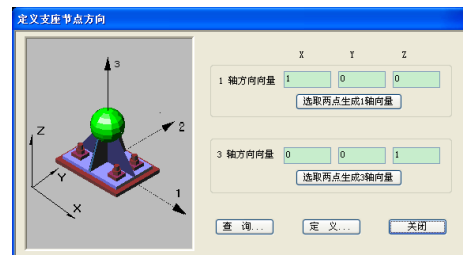

图3 定义支座节点方向对话框
(2) 定义支座方向。支座局部坐标系 1-2-3 根据右手螺旋得到，具体规定如图 3 所示。该菜单使用户可以通过指定局部坐标系在整体坐标系下的位置来指定每个支座的放置方向，指定 1-2-3 坐标在整体坐标系下的位置是通过输入轴 1 和 3 的空间矢量 X-Y-Z 来实现的。